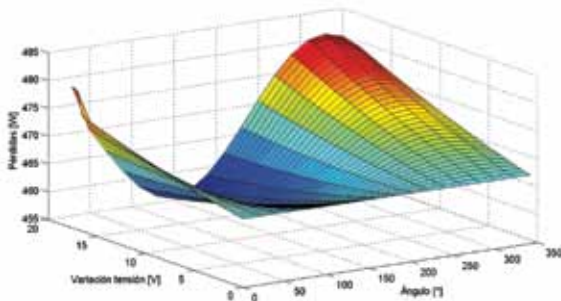
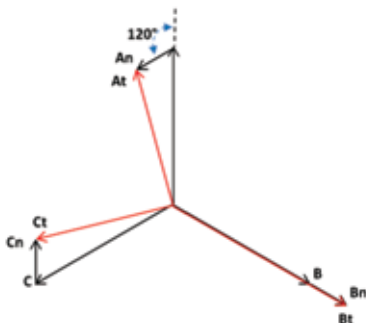

Figura 7. Pérdidas del TV en función del módulo y ángulo de la secuencia negativa del sistema de alimentación.
Figura 8. Sistema de alimentación al TV, con el componente de secuencia negativa en 120°.
La filosofía establecida en el modelo híbrido del transformador se usa en la aplicación TOPMAG, incluida en el software EMTP RV, la cual fue utilizada para calcular la reactancia de secuencia homopolar L_0 de 5 mH (figura 7), que representa el flujo de secuencia cero que se cierra por el aire.
nes, contemplando la metodología planteada en el ítem 2, se vuelcan en la figura 7. Allí se muestran las pérdidas en el hierro del TV en función del módulo y ángulo del componente de secuencia negativa.
Además, de la figura 7 se desprende que las pérdidas del transformador en estudio aumentan y disminuyen su valor en relación con su valor de pérdida nominal. Particularmente, se aprecia que el valor mínimo se presenta cuando el módulo de secuencia negativa es máximo y su ángulo se corresponde con 120°. La citada condición implica que la tensión aplicada al bobinado de la columna central (Bt) es la máxima (figura 8).
Evaluando el factor de desbalance F_{dvn} de acuerdo con la expresión (2), de la figura 7 es posible afirmar que para un mismo F_{dvn} aparecen varios valores de pérdidas diferentes en el TV como se muestra con mayor detalle en la figura 10. Esto muestra claramente que para evaluar el efecto que ocasiona un sistema de alimentación desbalanceado sobre un equipo, como en este caso un transformador de tensión, no es suficiente considerar solo el F_{dvn} establecido por las normas, ya que este no tiene en cuenta el ángulo del componente de secuencia negativa. Esto puede tener una influencia importante en el equipo sometido a análisis.
En virtud de los resultados arrojados por el estudio paramétrico realizado y mostrados en la figura 7, es posible inferir que las pérdidas de un transformador de tensión pueden aumentar o disminuir en relación con sus pérdidas nominales en virtud del módulo y ángulo de los componentes de secuencia negativa presentes en el sistema trifásico de su alimentación. ■